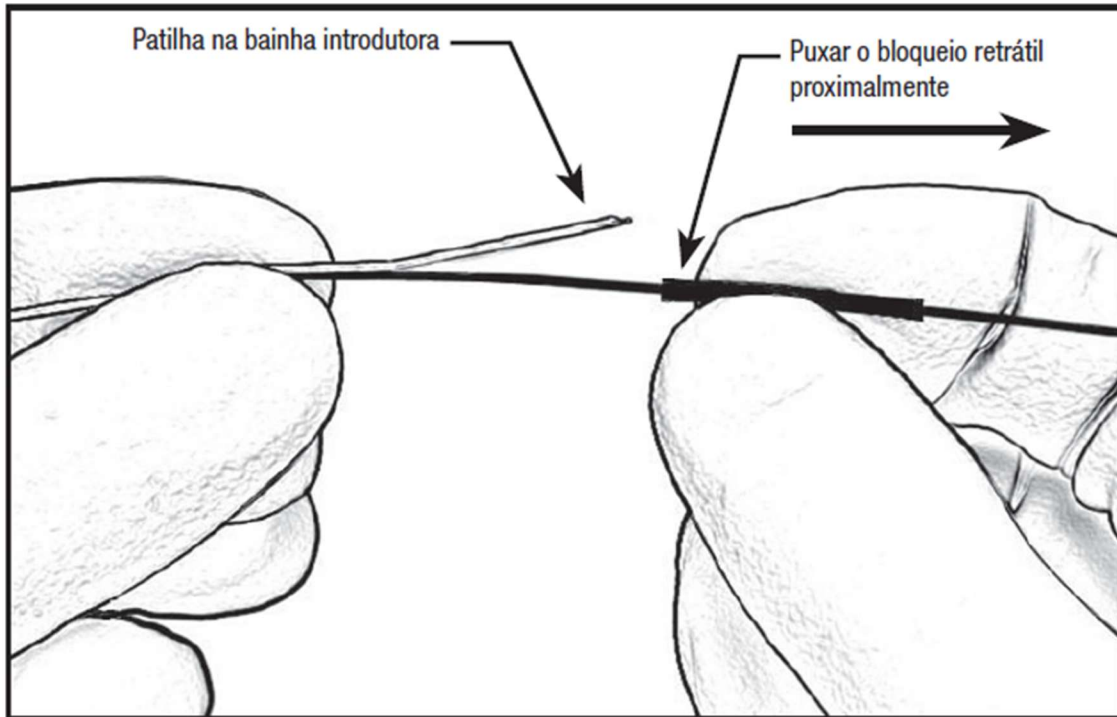

Figura 3 – Puxar o bloqueio retrátil proximamente
15. Segure o dispositivo imediatamente distal ao bloqueio retrátil e puxe o bloqueio retrátil proximamente para expor a patilha na bainha introdutora. Consulte a Figura 3.